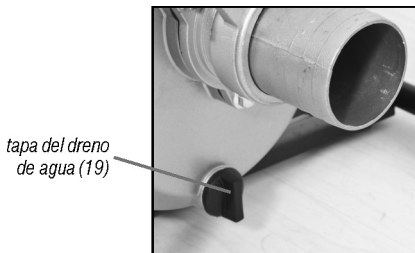

Fig. 27 – Retirando el agua del sistema de la bomba
- d. Retire el drenó de agua (fig. 27) y aguarde hasta que toda el agua salga del sistema;
- g. Cierre el drenó de la bomba (fig. 27);